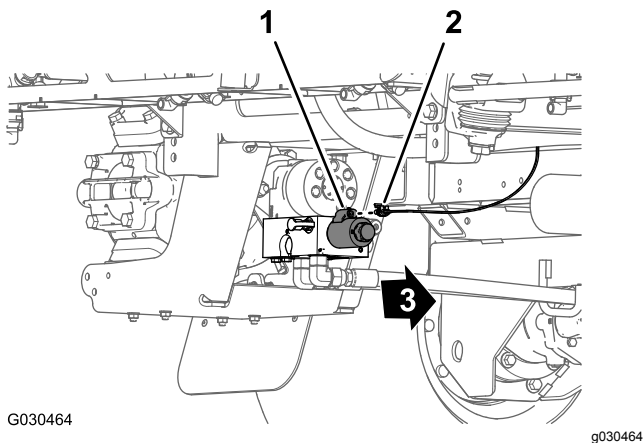

図 58
5. 機体後部、スプレーヤポンプの車体中心線側で、ポンプ用リレーの2ピンコネクタから、メインハーネスの2ソケットコネクタを外す 図 58。